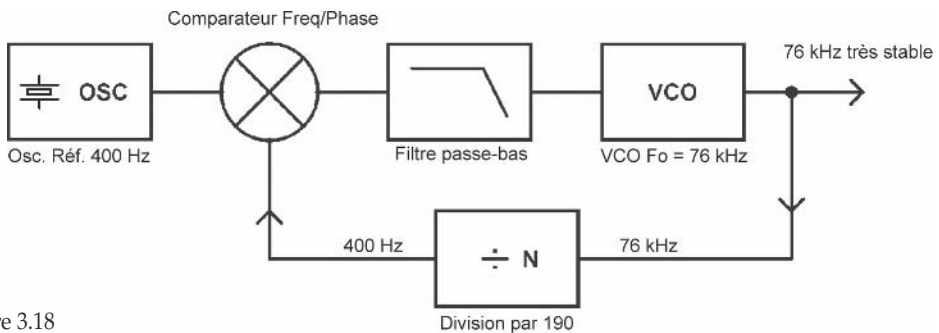

Figure 3.18
**Tentatoo** – C'est tout à fait cela. Le VCO va ainsi automatiquement modifier sa fréquence jusqu'à ce que les deux entrées du comparateur de phase voient des signaux identiques. Nous avons affaire à ce qu'on appelle un *asservissement par boucle*. En d'autres termes, un système avec un oscillateur et un circuit de contrôle, qui vérifie constamment que la fréquence en sortie est correcte, et qui procède à un réajustement automatique quand cela est nécessaire. La **figure 3.18** résume la situation.